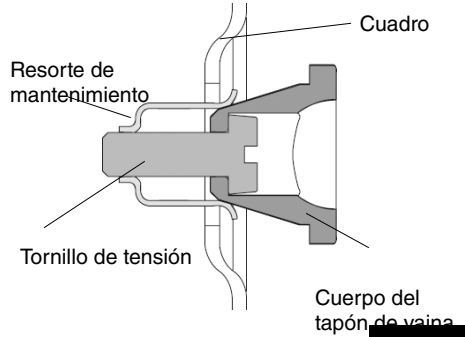

Fig. 10.1
- 3 / Apriete el tornillo de tensión a **1 Nm** hasta que el tapón se mantenga por completo en su alojamiento (Fig. 10.1).